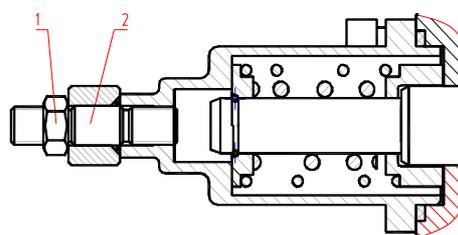

Рис. 11. Ограничитель хода золотника гидрораспределителя
12. Установите рейфер между упорами так, чтобы ротор не мог вращаться, и настройте клапаны КП15 и КП16, расположенные на гидрораспределителе ротора, на давление $20,2$ МПа при установке ротора 318-00-41.31.000 или $16\pm 0,5$ МПа при установке ротора РУ-80 (г. Ковров). Для ограничения скорости вращения ротора (не более 10 об/мин) необходимо завернуть винт (рис. 11) на большой крышке секции «Дх–напор на ГР-521» гидрораспределителя ГР-520 до получения необходимой скорости.